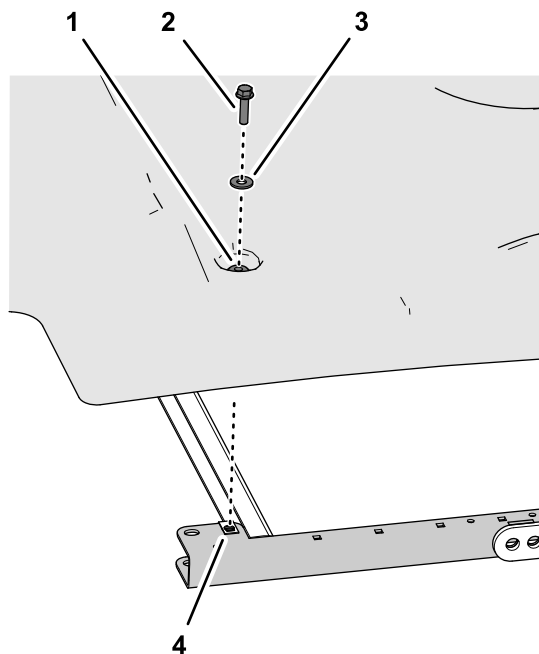
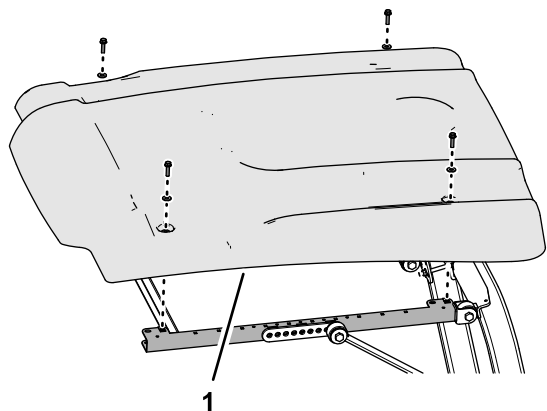

Figure 2
Figure 1
1. Retirez les 4 boulons à embase (5/16" x 1¼") et les 4 rondelles (5/16") qui fixent le pare-soleil aux profilés latéraux du cadre (Figure 1 et Figure 2).